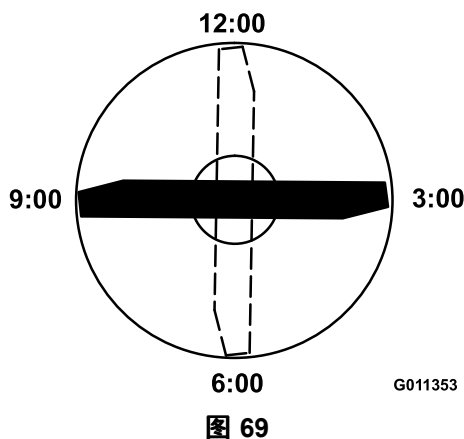

图 69
- 将刀片带标记一端的刀刃放在 12 点钟位置剪草方向的正前方并测量从桌面到刀片刀刃的高度图 69。
- 将刀片的标记端旋转至 3 点钟和 9 点钟位置并测量高度图 69。